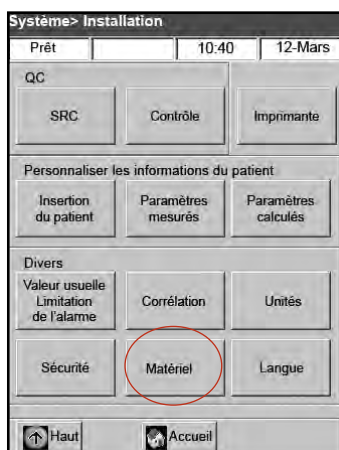

Figure H-23 : Écran "Système > Configuration"
3. Sur l'écran "Configuration", sélectionnez **"Matériel"** (Figure H-23).